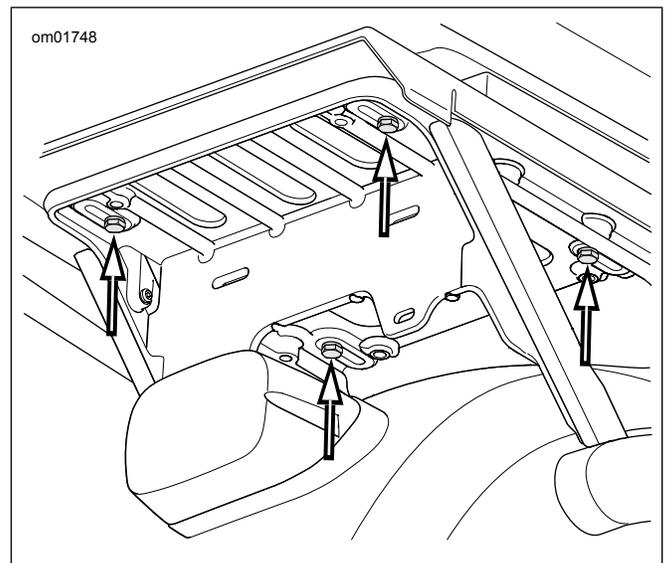

Abbildung 4. Tour-Pak-Halterungsschrauben (APC/China-Modelle)
- c. **APC-Modelle:** Siehe Abbildung 4. Die vier Schrauben, flachen Unterlegscheiben und die Adapterplatte von der Halterung entfernen. Nach vorne schieben, um die L-Haken zu lösen.